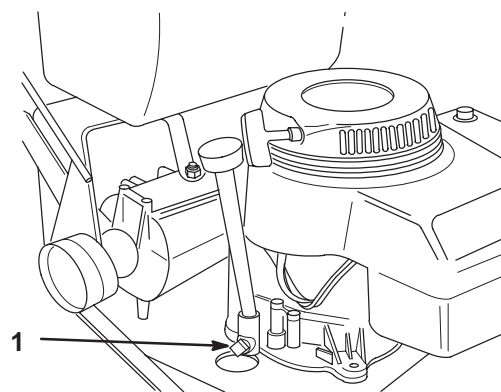

Bild 25
3. Stellen Sie ein Auffanggefäß unter die Verschluss-schraube. Entfernen Sie die Verschluss-schraube (Bild 25).